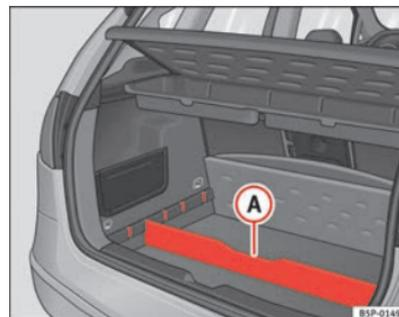

Fig. 107 Séparateur du plancher du coffre à bagages
- Placez le séparateur **A** ⇒ fig. 107, dans les rainures latérales en fonction de la taille des objets à transporter. Vous trouverez sous les rangements les outils de bord et la roue de secours.